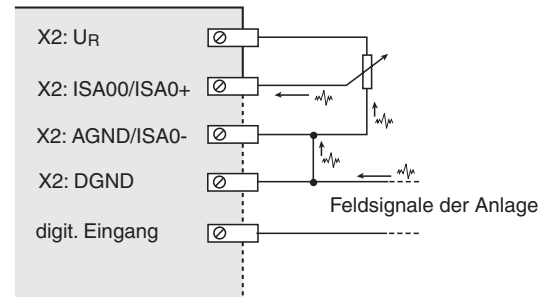

Bild 3.13 Störbeeinflussung des analogen Eingangs bei mangelhafter Verdrahtung
**ACHTUNG:** Die Masseverbindung bzw. Führung in die Anlage darf nicht über die analoge Masse Klemme 4 beim CDB3000, Klemmen 4, 6 beim CDE3000 erfolgen. Es darf nur über eine der DGND -Klemmen verbunden werden (siehe Bild 3.13).